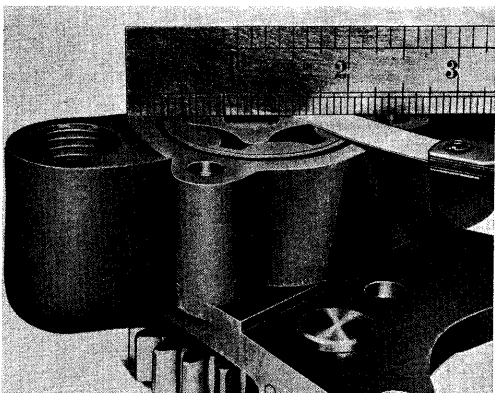

Fig. 16.
3. Spillerummet mellem rotorerne og dækslet må ikke overstige .003" (0,08 mm) - fig. 16.